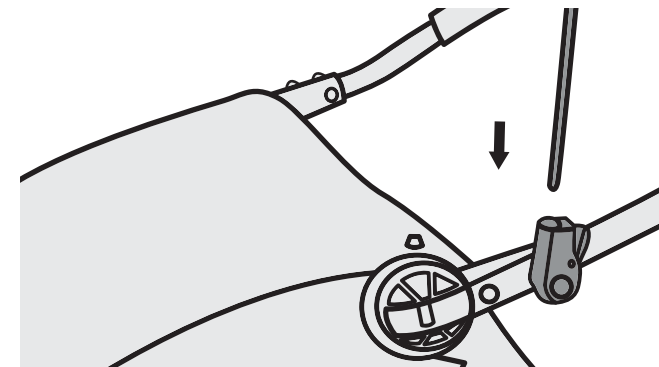

Abbildung 21
2. Die Flaggenstange in die Öffnung des Flaggenhalters stecken. Zum Entfernen auf den Knopf drücken und die Flaggenstange herausziehen (Abbildung 21).